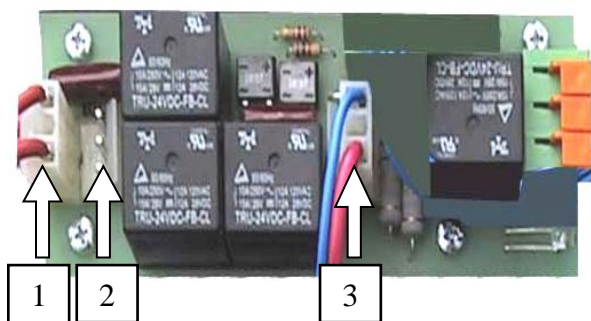

Рисунок 1.9 – Модуль Байпаса в ON LINE. Вид сверху
3. Переключить режим ON LINE на OFF LINE. Для этого перестыковать кабельную часть с разъёма 1 на 2 (см. рисунок 1.9).